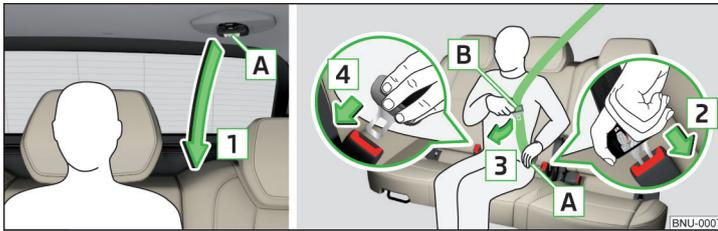

Abb. 20 Sicherheitsgurt auf dem mittleren VarioFlex-Sitz anlegen/ablegen
- › Den Gurt an der Schloszlunge **A** » Abb. 20 langsam nach unten in Pfeilrichtung **1** ziehen.
- › Die Schloszlunge **A** » Abb. 20 fassen und die rote Taste im Gurtschloss drücken, die Schloszlunge springt heraus.